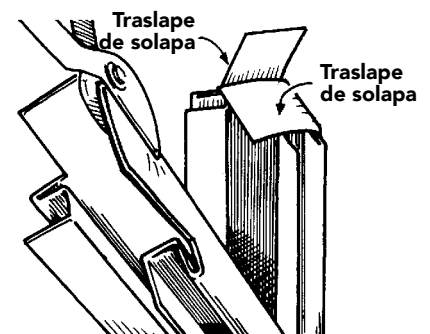

Figura 26
- Los esquineros de las casas que tengan un saliente en el segundo piso deben ser tapados haciendo los cortes que se muestran (Figura 26). Doble las solapas creadas una sobre otra como se indica.